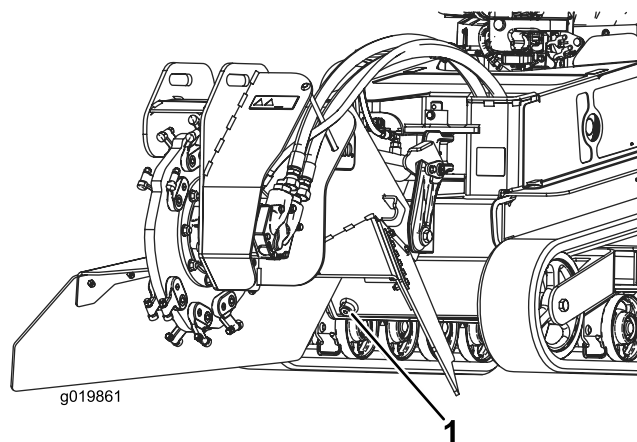

Figura 60
8. Retire el tapón de vaciado del depósito hidráulico y deje que se drene el aceite en el recipiente (Figura 60).